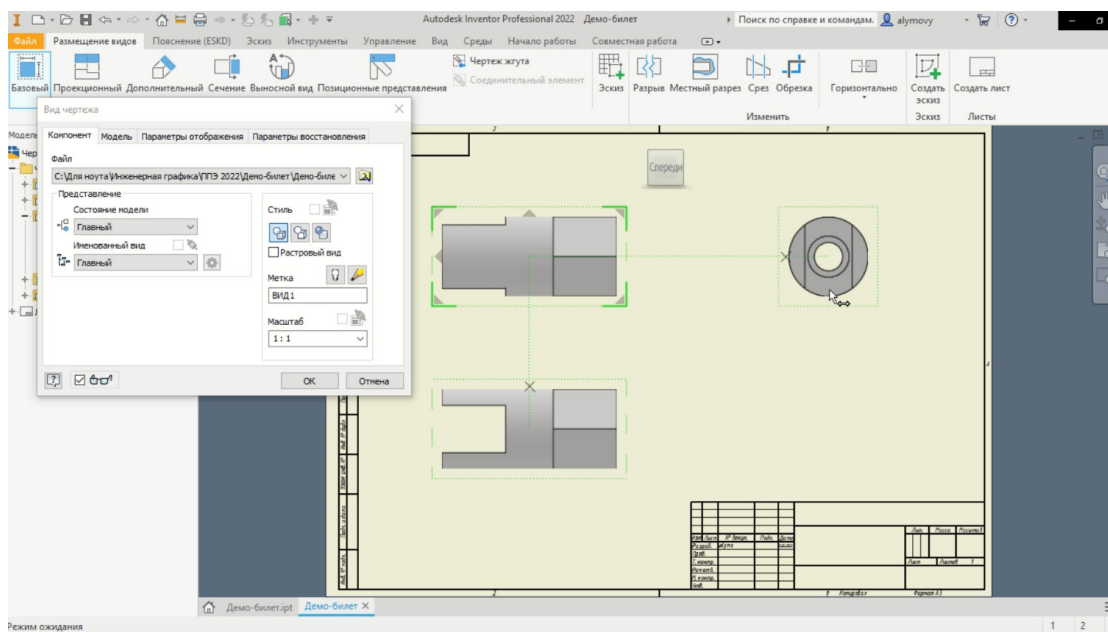

Рис. 16
5. После завершения создания 3D-модели сначала сохраняем её в формате *.ipt (чтобы на базе этого файла создать чертёж), а потом экспортируем в универсальный формат *.stl. Далее переходим к выполнению чертежа (рис. 16).